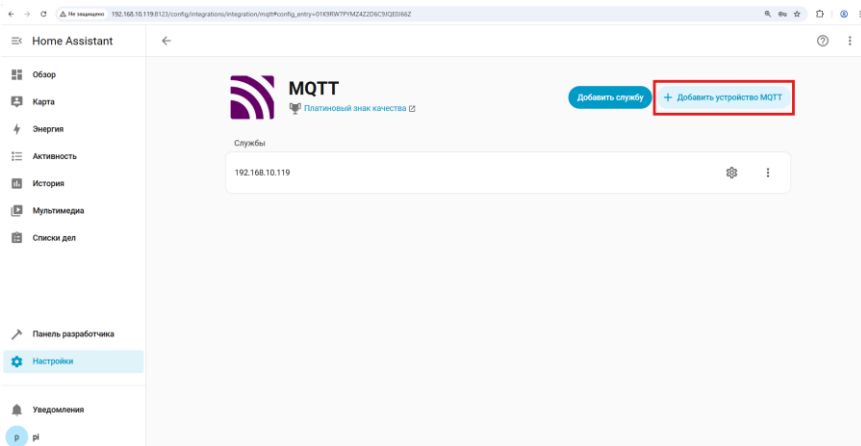

Рис. 3.8. Кнопка “Добавить устройство MQTT”
4. В Home Assistant нажмём в меню службы “MQTT” кнопку “Добавить устройство MQTT” (рис. 3.8).